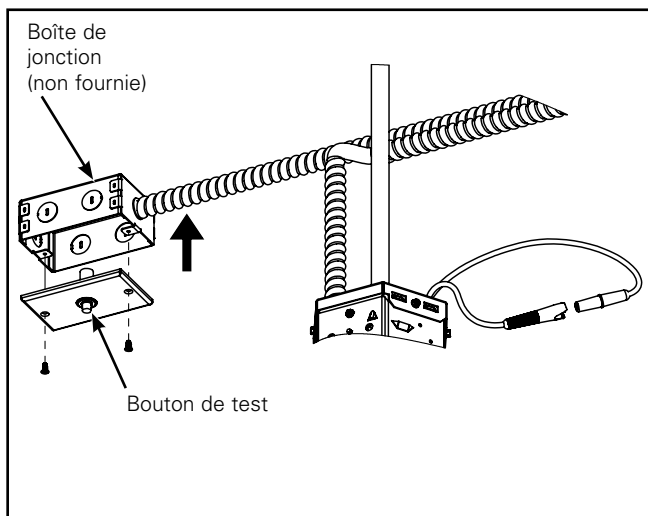

Figure 7.
4. Connectez les fils du bouton de test aux fils du bloc-piles et fixez la plaque du bouton d'essai sur une boîte de jonction (non fournie). Effectuez le câblage selon le code. (Figure 7).